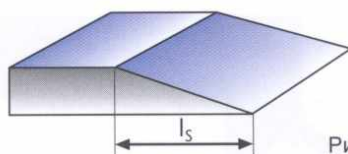

Рис. 2
2.3 Отмотать около полуметра ленты и отрезать ее конец на твердом основании, применяя технические приемы, показанные на рис. 2. Шаблоны для угловой резки и специальные ножи можно заказать в фирме GORE. Длину резки (l_S) следует подбирать, руководствуясь приведенной ниже таблицей.